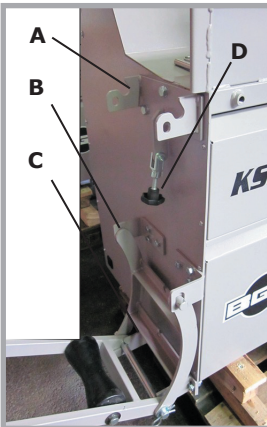

Abb. 24
- Demontieren Sie die beiden vorderen Verkleidungen des KSS 300 mit je 2 Schrauben an der rechten und linken Ständerwand (siehe Abb. 24).
- Befestigen Sie die verschiedenen Anschraubplatten (A, B und C) an der linken Seitenwand des KSS 300 (Abb. 24). Bei der Montage der beiden mittleren Winkel (B) muss der Schwenkbügel mit eingehangen werden.
- Drehen Sie die Stellschraube (D, Abb.24) nach oben und ziehen Sie die Sterngriffschraube fest.